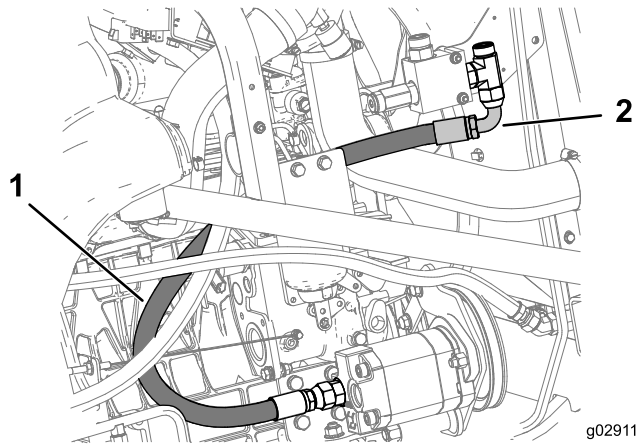

図 27
7. 図 27に示すように、もう5本の油圧ホースCを、左側油圧マニホルドアセンブリのT字アダプタフィッティング 5/8 インチ、オス から、ギアポンプアセンブリのアダプタフィッティング 5/8 x 5/8 インチ、オスに取り付ける。